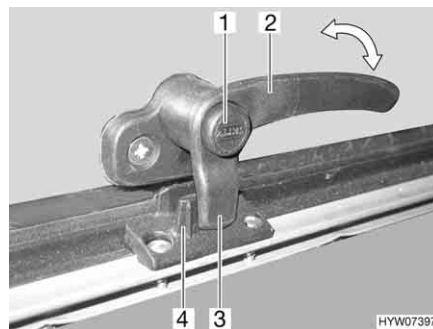
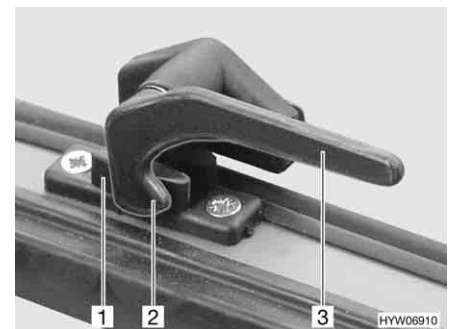

Fig. 94 Levier de verrouillage avec bouton de sécurité en position "Fermé"
Fig. 95 Levier de verrouillage en position "Fermé"
- S'il existe, appuyer sur le bouton de sécurité (Fig. 94,1) et le maintenir enfoncé.
- Tourner tous les leviers de verrouillage (Fig. 94,2 ou Fig. 95,3) d'un quart de tour vers le centre du lanterneau.
- Tourner tous les leviers de verrouillage (Fig. 94,2 ou Fig. 95,3) d'un quart de tour vers le cadre. Le tenon de verrouillage (Fig. 94,3 ou Fig. 95,2) repose sur le côté intérieur du verrouillage du lanterneau (Fig. 94,4 ou Fig. 95,1).
- En position "Fermé" (Fig. 94 et Fig. 95)